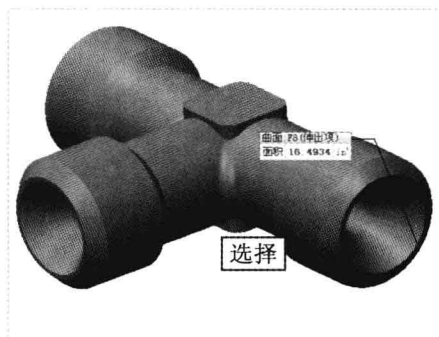

图 7-128 选择表面
Step 03 弹出“测量:面积”对话框,在模型上选择合适的表面,如图 7-128 所示。